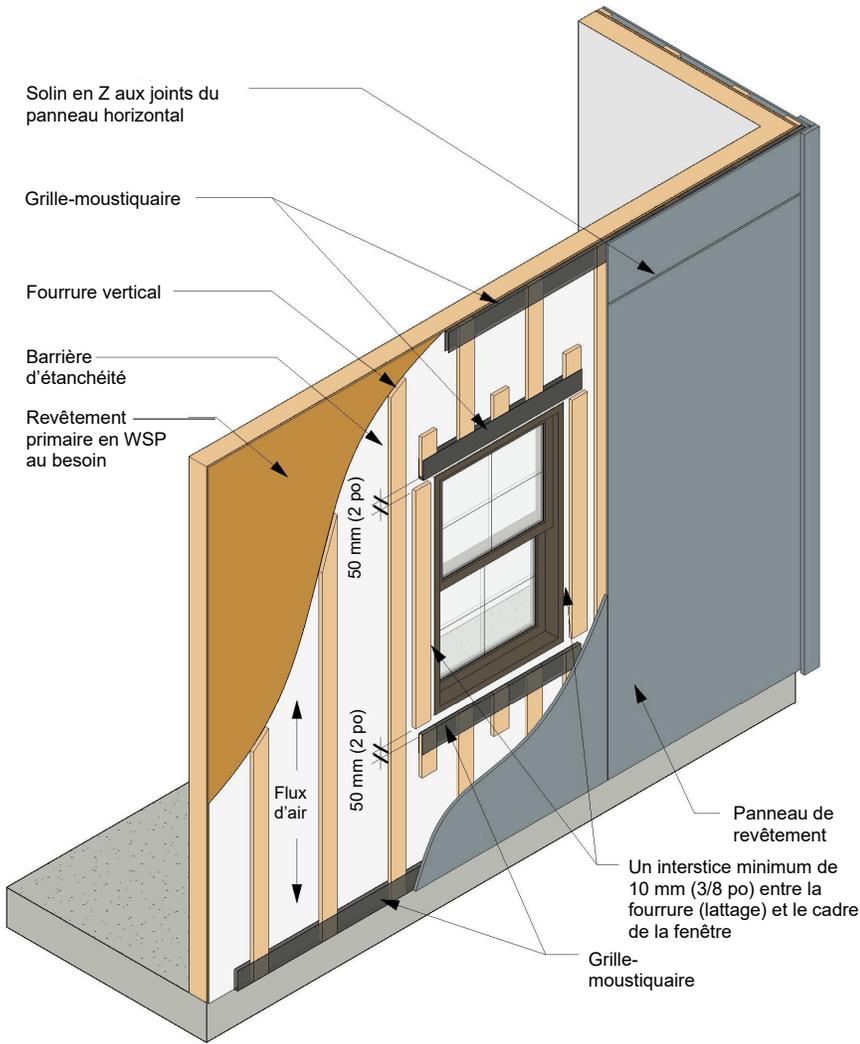

Figure 6
- Afin d'assurer la ventilation, les espaces supérieur et inférieur doivent demeurer ouvert. L'installation d'un grillage-moustiquaire anti rongeur est acceptable. (Figures 6, 7, 10 et 11)